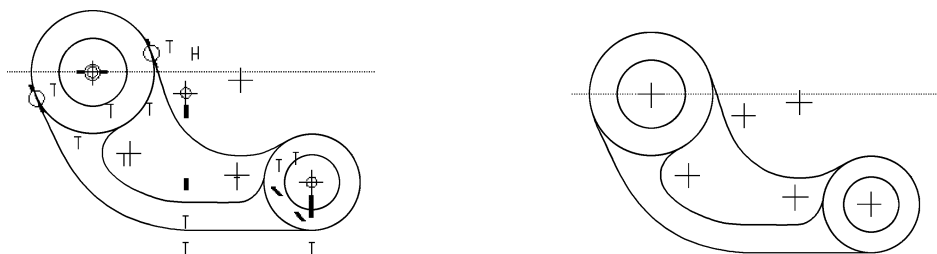

图3-6 显示约束和不显示约束的对比
(2) :【显示约束】按钮。单击该按钮,可切换约束显示的开/关,控制草图中是否显示约束标志。图3-6是显示约束和不显示约束的对比。